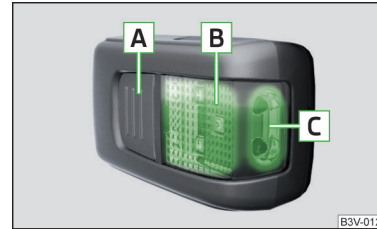

Abb. 142 Herausnehmbare Leuchte
Beschreibung der Leuchte » Abb. 142
- Zum **Einschalten** der herausgenommenen Leuchte die Taste **A** drücken » Abb. 142. Durch erneutes Drücken wird die Leuchte **ausgeschaltet**.
Wird die Leuchte nicht ausgeschaltet und korrekt in die Halterung eingesetzt, dann werden die LED-Leuchtmittel im vorderen Teil der Leuchte **C** » Abb. 142 automatisch ausgeschaltet.